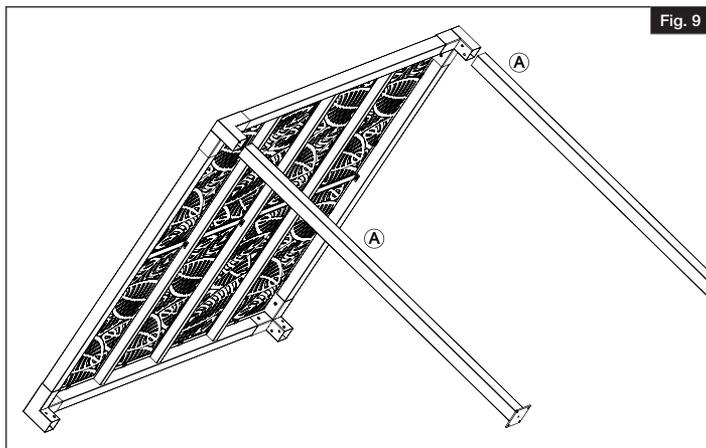

Fig. 9
Con la ayuda de 2 o 3 personas, incline el conjunto del bastidor superior en un ángulo para insertar los postes (A) en las riostras esquineras (E) (Fig. 9). Tenga cuidado de que los agujeros estén alineados en el montaje del poste y la riostra esquinera.